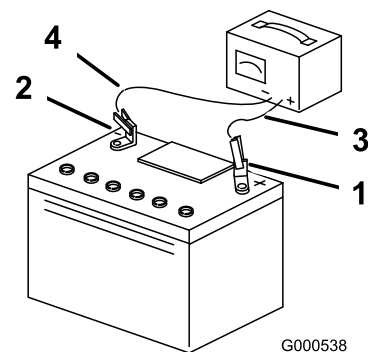

Figure 43
- Quand la batterie est chargée au maximum, débranchez le chargeur de la prise, puis débranchez les fils du chargeur des bornes de la batterie (Figure 43).